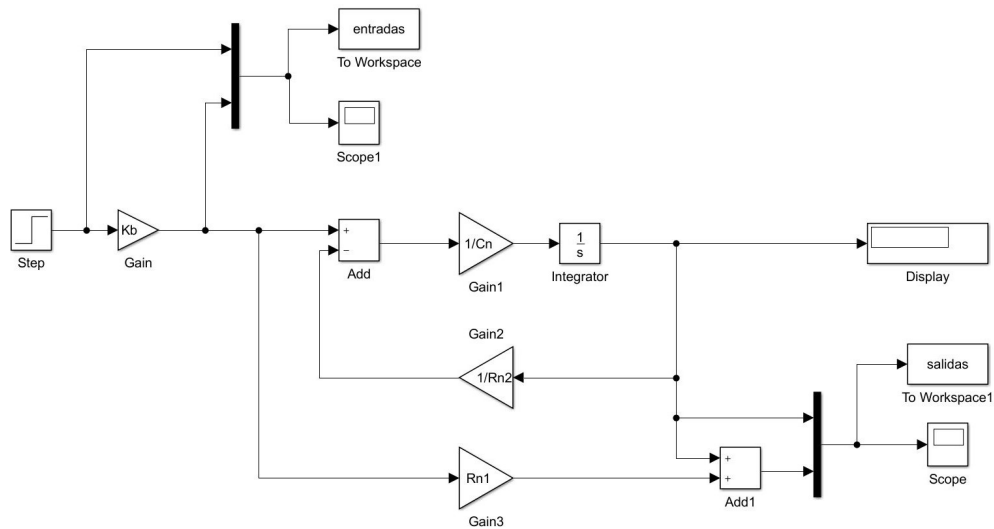

Figura 2.2: Diagrama de bloques del sistema
3. Realice el diagrama de bloques del sistema bajo condiciones normales de operación. Guíese con la figura 2.2; intente asociar los diferentes bloques y constantes del diagrama mostrado con las ecuaciones planteadas previamente. Guarde el diagrama de bloques con el formato **TA2_Apellido_Sim1**. Registre el diagrama de bloques que usted realizó en su trabajo.